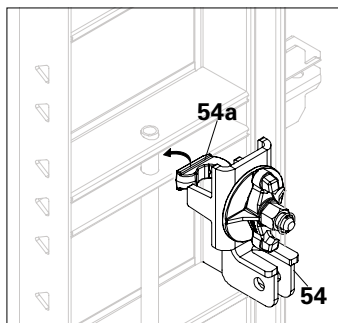

Fig. A6.07a
1. Fissare il gancio a J (54a) del connettore rinforzo esterno (54) in corrispondenza del tubo di irrigidimento. (Fig. A6.07a)